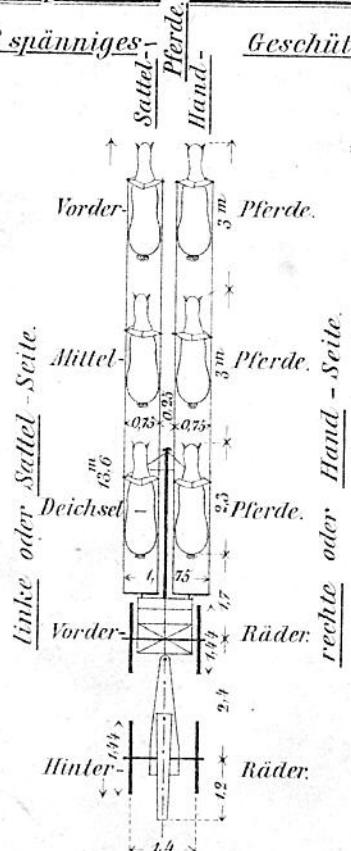

Fig. 1.
**§ 31. Aufstellung eines Gespannes zum Fahren.** (Fig. 1.)
Der Deichselreiter stellt die Deichsel senkrecht zur Hinterachse des Fuhrwerkes, so dass Vorder- und Hinterräder auf demselben Geleise stehen; Vorder- und Mittelreiter stellen sich, indem sie rechts zurücksehen, genau gerade vor den Deichselreiter; alle drei stellen sich zugleich so, dass die Zugriemen oder vorderen Strangenketten mässig straff und ebenso die Zugstränge von den Waagscheiten zu den Vorderpferden gleichmässig gespannt sind. (Fig. 1.)